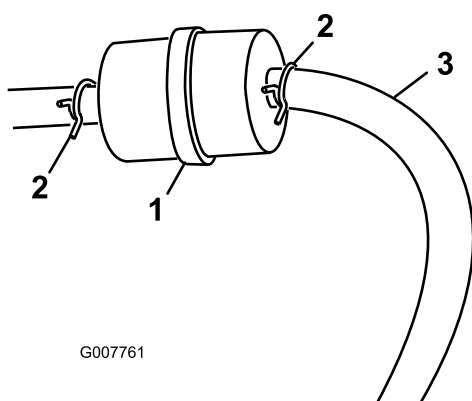

Figura 30
3. Aperte as pontas dos grampos da tubagem e afaste-as do filtro (Figura 30).
5. Instale um filtro novo e coloque as braçadeiras junto ao filtro (Figura 30).
3. Desaperte a braçadeira do tubo no filtro de combustível e deslize-o para cima do tubo de combustível afastando do filtro (Figura 30).
4. Desligue o tubo de combustível do filtro (Figura 30).
Nota: Deixe a gasolina drenar para uma lata ou recipiente de combustível (Figura 30).
5. Instale o tubo de combustível no filtro. Deslize a braçadeira do tubo para perto do filtro de combustível para prender o tubo de combustível (Figura 30).